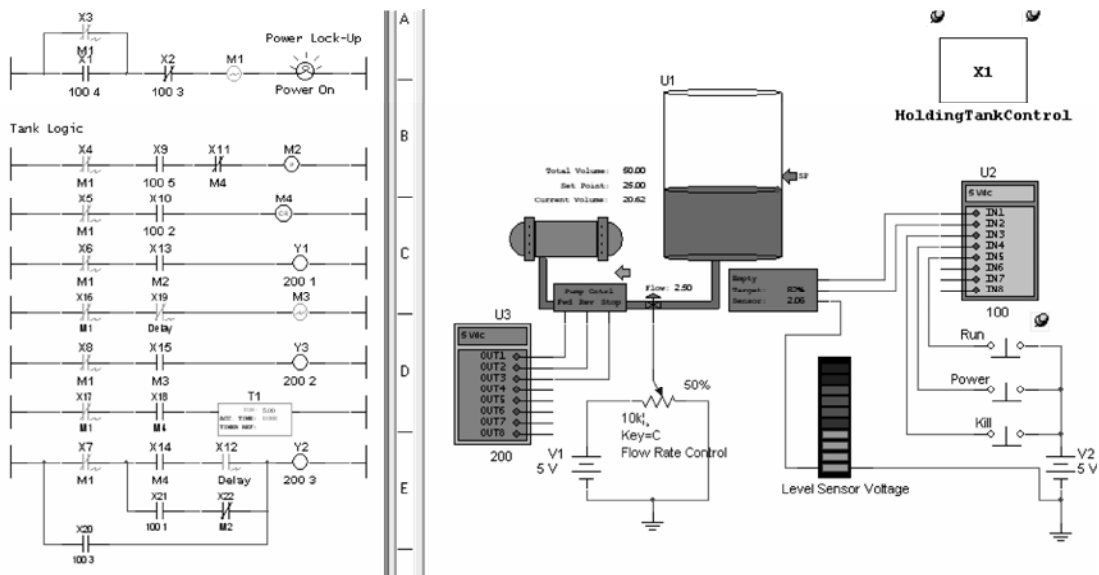

图 12-93 储藏罐抽取、观察梯形图和电路的变化
5) 在 5s 的延时以后，抽取储藏罐液体，储藏罐渐渐流空，如图 12-93 所示。